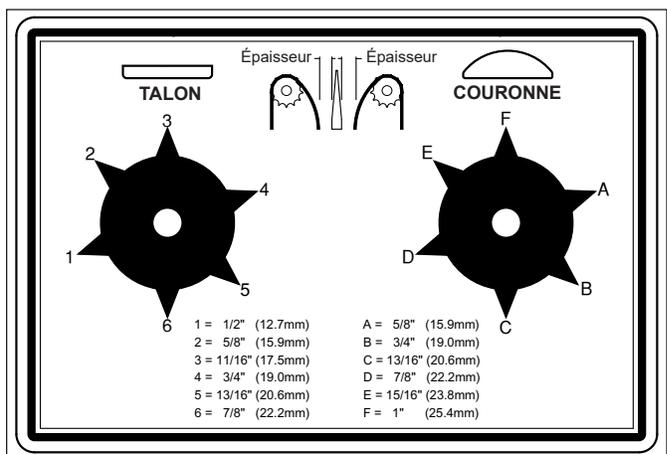

Figure 3. Commandes de réglage d'épaisseur des petits pains
1. Réglez les commandes de réglage d'épaisseur des petits pains (Figure 3) comme vous le désirez.